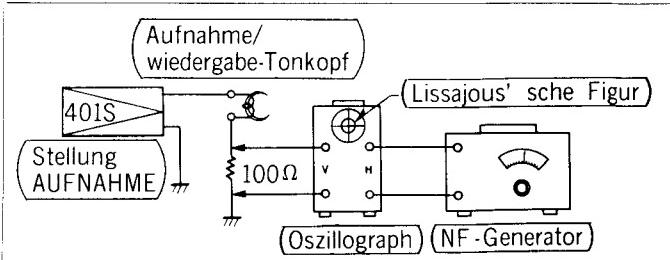

Abb. 24
Aufbau der Meßinstrumente: Siehe Abb. 24.
- Wie auf Abb. 24 ersichtlich, einen 100Ω-Widerstand von dem Aufnahme/Wiedergabe-Tonkopf nach Masse schalten und den Vertikaleingang des Oszilloscopes über den Widerstand anschließen.